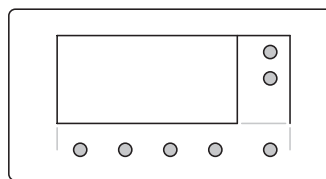

fig. 1
- Rimuovere la parte anteriore del controllo remoto facendo leva con un cacciavite nel punto indicato (fig. 1);